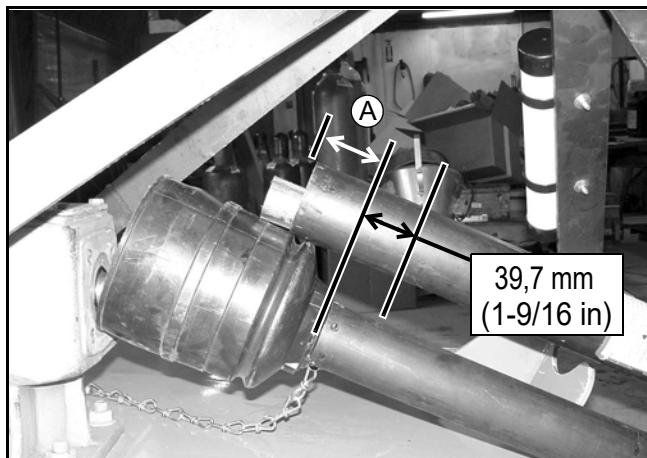

Abbildung 6. Bestimmen der Abschirmungslänge
3. Messen Sie vom Ende der oberen Abschirmung bis zur Basis der Glocke an der unteren Abschirmung (A). Addieren Sie 39,7 mm (1-9/16 in) zur Abmessung (A). Siehe Abbildung 6.